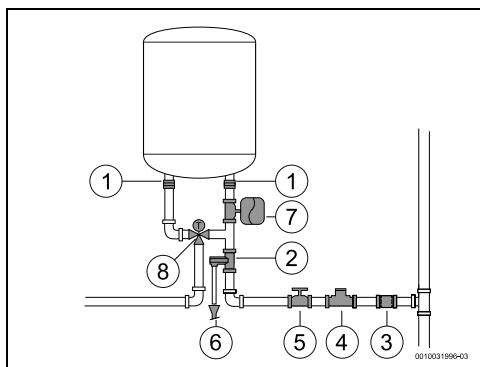

Fig. 15
- ▶ Si raccomanda di installare una valvola termostatica (fig. 15, [8]) sul tubo di uscita dell'apparecchio, se si utilizzano tubi PEX. Tali tubi devono essere adeguati alle performance del materiale utilizzato.
- ▶ Non installare mai accessori (diversi da quelli illustrati in fig. 15) tra la valvola di sicurezza e l'ingresso acqua fredda sanitaria (lato destro) dell'apparecchio.
- ▶ installare un riduttore di pressione (fig. 15, [4]). La valvola di sicurezza si attiva quando la pressione dell'acqua nell'apparecchio è superiore a 8 bar (\pm 1 bar), pertanto è necessario prevedere una soluzione per scaricare l'acqua.
- ▶ installare un vaso d'espansione (fig. 15, [7]) per evitare che la valvola di sicurezza si apra spesso. Il volume del vaso d'espansione deve essere pari al 5% del volume dell'apparecchio.